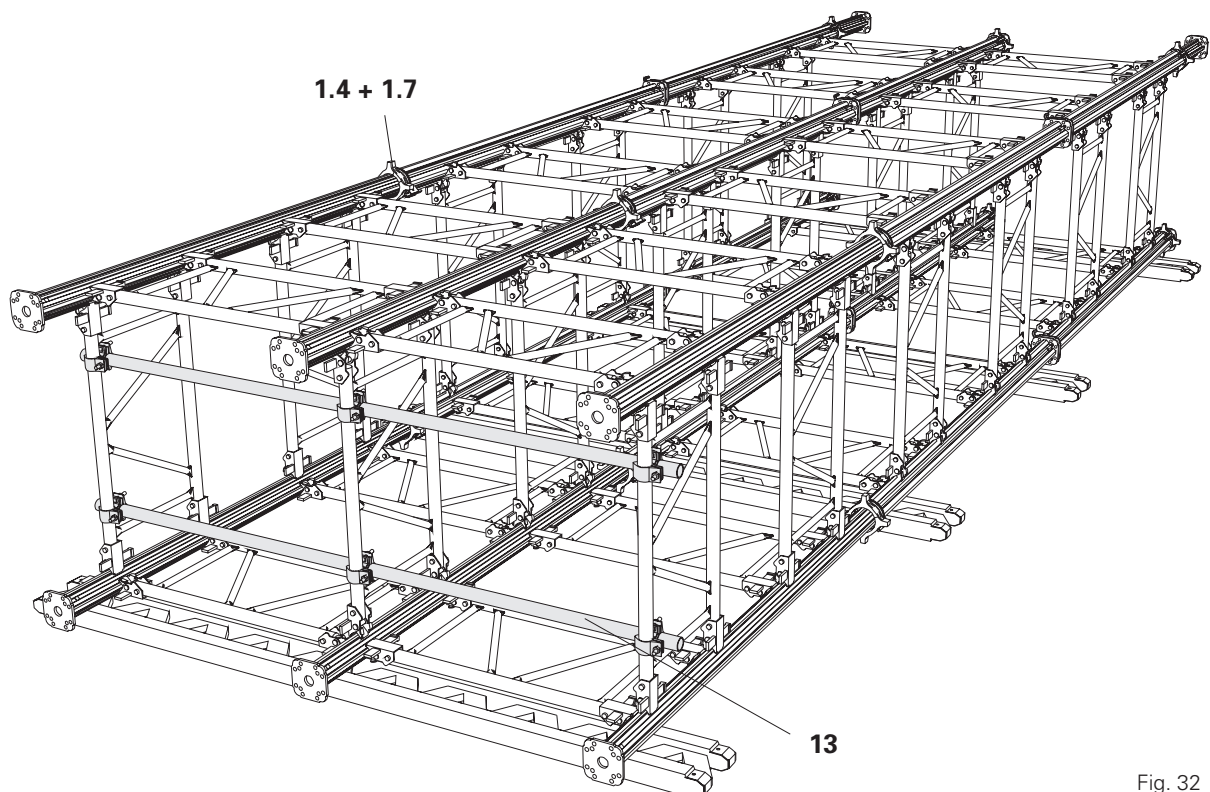

Fig. 32
- Des tubes de contreventement doivent être montés sous les tubes du cadre supérieur pour l'accrochage à la grue. Fig. 32